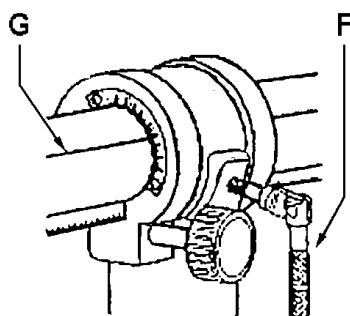

Рис. 4
Ослабьте рукоятку зажима (F , Рис. 4) и поверните в соответствии со шкалой и базовой линией (G).